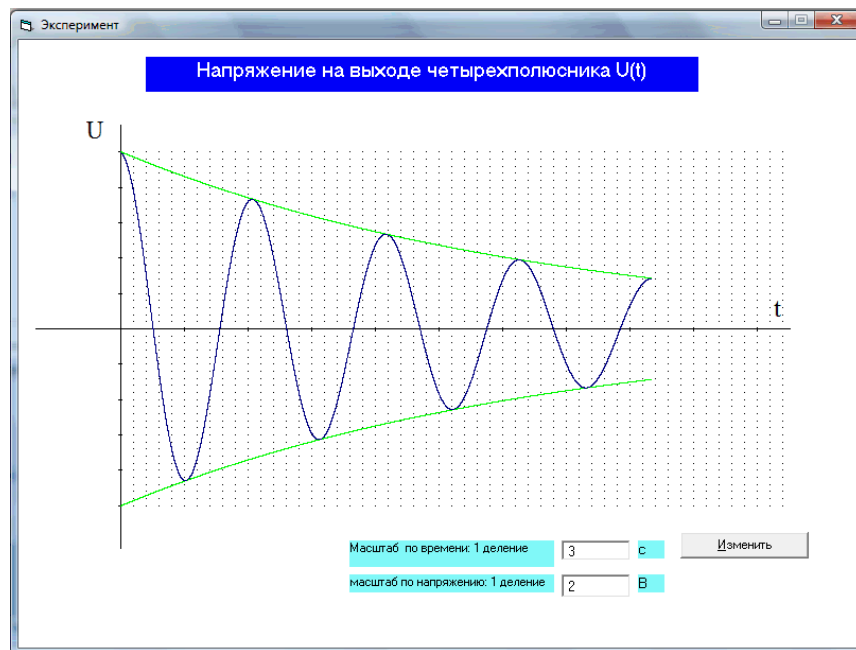

Рисунок 3– Окно функциональной зависимости
2.4. Нажать на кнопку «ОК» и получить переходную характеристику или зависимость напряжения на выходе четырехполюсника от времени. По графикам определить установившееся значение напряжения и ее свободную составляющую рисунок 3.
Рисунок 3 – Окно построения графика функции в ввести нужный масштаб (дробное число вводится с использованием точки, например 1,2, следует набрать 1.2) и нажать кнопку «Изменить». Появится форма для ввода данных. На этой форме нажать кнопку «ОК».